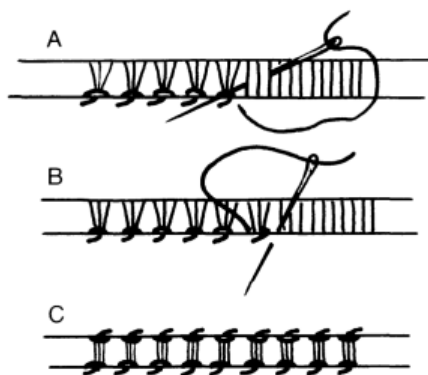

Рис. 20
Способ выполнения мережки показан на рисунках 20 А и В с одной стороны извлеченных нитей. При выполнении аналогичного шва с противоположной стороны получается так называемая мережка-столбик (рис. 20 С).
4. При выполнении стежка мережкой опирайтесь на рисунки 20 А и В: сначала иголкой захватите нужное количество нитей и потяните ее (рис. 20 А). Затем сделайте мелкий простой подшивочный стежок на ткани (рис. 20 В) и при наличии подгиба одновременно вколите в него иголку. Работа выполняется слева направо.